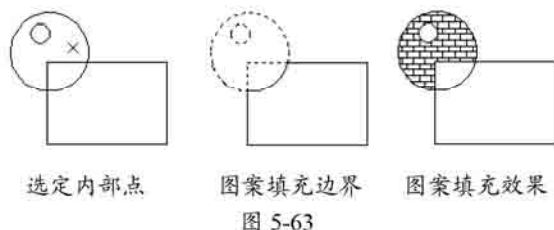

图 5-63
- » 【添加：拾取点】：根据围绕指定点构成封闭区域的现有对象确定边界。单击该按钮后对话框将暂时关闭，系统会提示用户拾取一个点。如图 5-63 所示为使用【添加：拾取点】选项进行的图案填充。